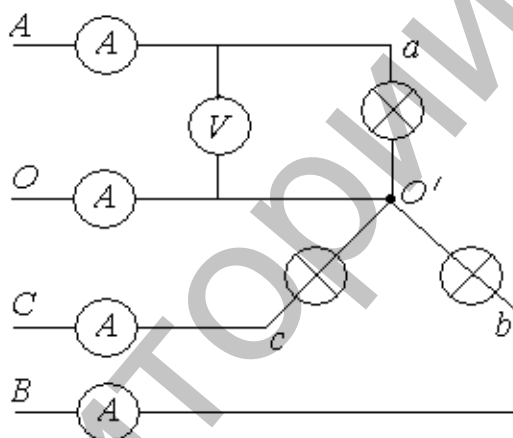

Рис. 1.
Если концы фаз генератора и концы фазных нагрузок объединить в отдельные узлы (O, O') и соединить их, а начала фазных нагрузок соединить с началами фаз генератора, то получившаяся схема называется соединением звездой с нулевым проводом (рис. 1).
1. Соберите цепь по схеме рис. 1.